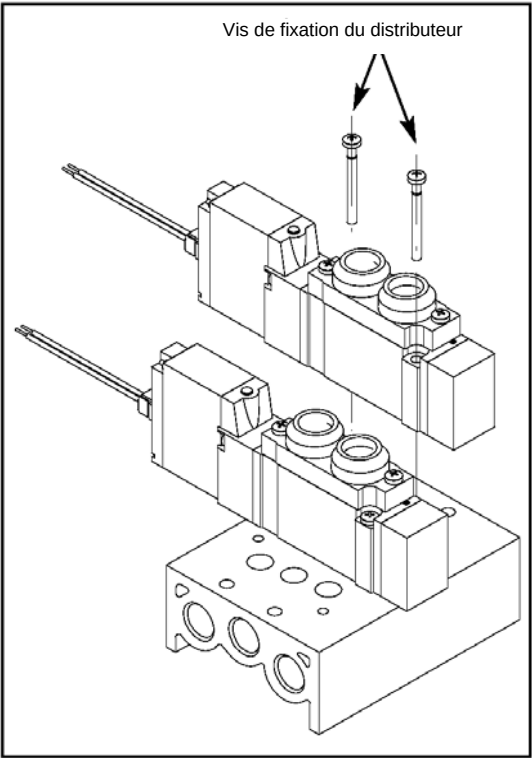

Figure 23
8.2.1 Distributeur de remontage (voir Figure 23)